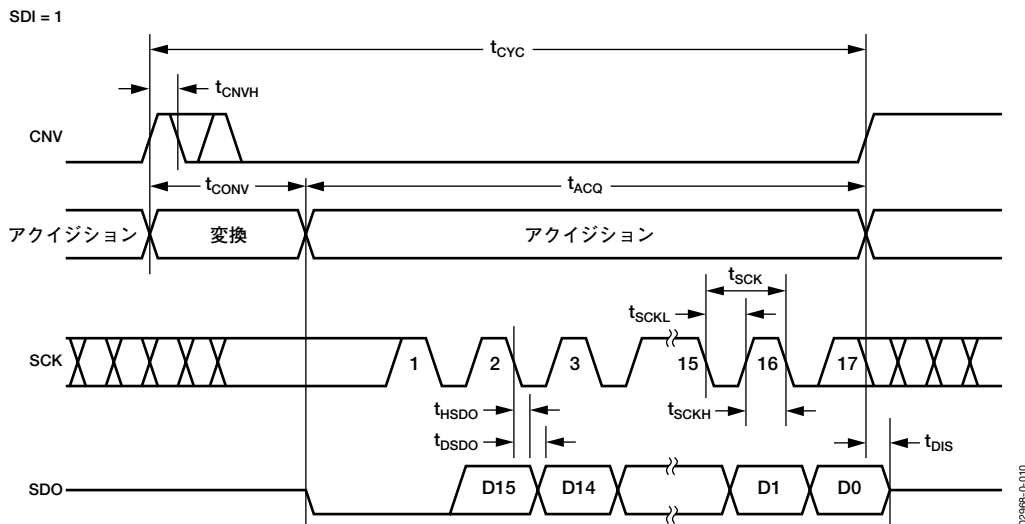

図36. BUSYインジケータを使用した3線式 $\overline{CS}$ モードのシリアル・インターフェース・タイミング図 (SDIがハイレベル)
- $\overline{\text{CS}}$ モードで、ADCの変換が終了するときにCNVまたはSDIがローレベル（図36）。